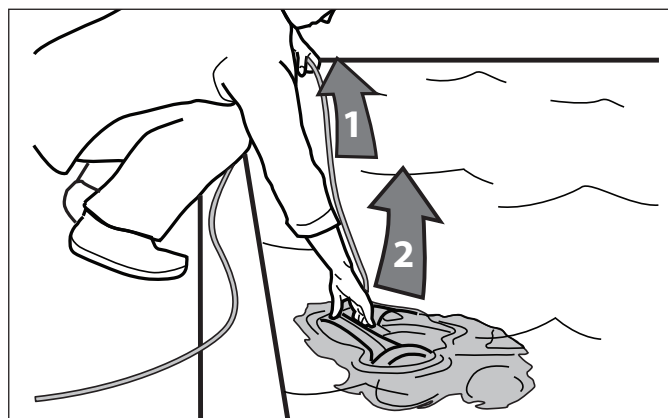

Figure 18. Sortir le nettoyeur de la piscine
1. Une fois le cycle de nettoyage terminé, les quatre (4) lumières situées sur le module de commande se mettront à clignoter lentement pour indiquer que le nettoyeur peut être retiré de la piscine.
4. Ne jamais sortir le 9300xi Sport de la piscine en tirant sur le câble flottant. Utiliser toujours la poignée pour le sortir de la piscine. Se référer aux Figures 18 et 19.